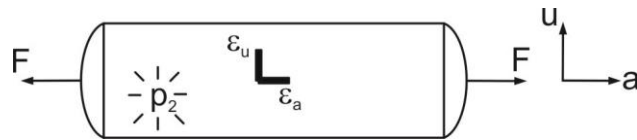

Abbildung 2.3: Druckspeicher
- e) Zur Überwachung der Belastung während des Betriebs sind auf dem Druckspeicher Dehnungsmessstreifen (DMS) angebracht (siehe Abbildung 2.3). Diese messen die Dehnungen in Umfangs-, sowie in Axialrichtung. Bestimmen Sie daraus die Spannungen in Umfangs- und Axialrichtung.